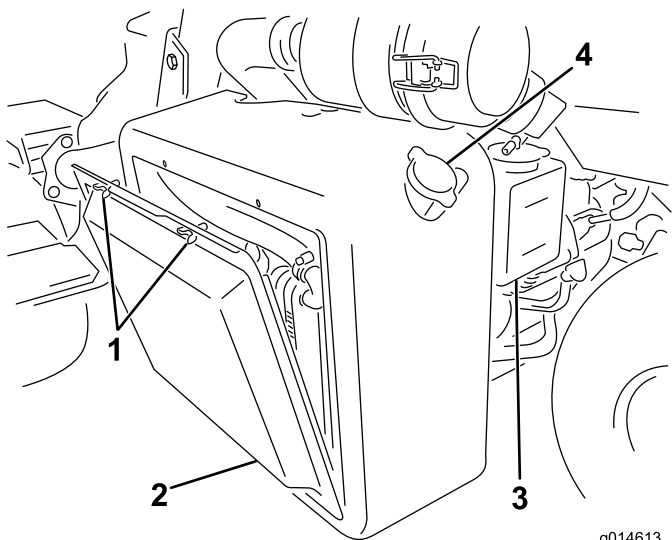
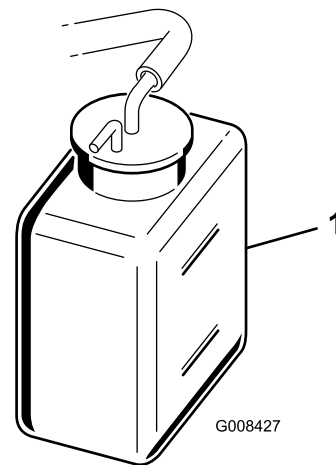

Bild 38
Bild 39
1. Entfernen Sie das Gitter (Bild 38).
2. Prüfen Sie den Kühlmittelstand (Bild 38 und Bild 39).